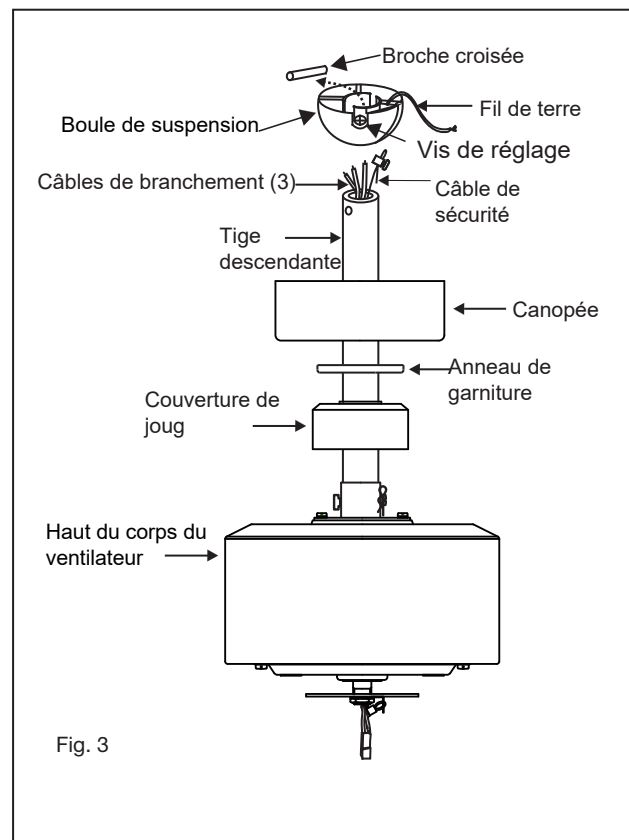

Fig. 3
- 3 Fixez le support de suspension à la plaque de support de suspension à l'aide des deux écrous hexagonaux et des rondelles fournis, assurez-vous que les écrous sont bien serrés. (Fig. 3)
- 1 Glissez le couvercle de joug, la bague de garniture et la verrière sur la tige de descente. (Fig. 3)
- 1 Retirez l'une des trois vis de la plaque d'adaptation située sur le moteur du ventilateur. Desserrez les 2 autres vis. (Ne pas retirer) (Fig.3)
- 2 Tout en maintenant l'assemblage LED sous votre ventilateur, effectuez les connexions de la fiche polarisée: (Fig.3)
- 1 Retirez la plaque murale existante et l'ancien interrupteur de la boîte de prise murale. (Fig. 3)